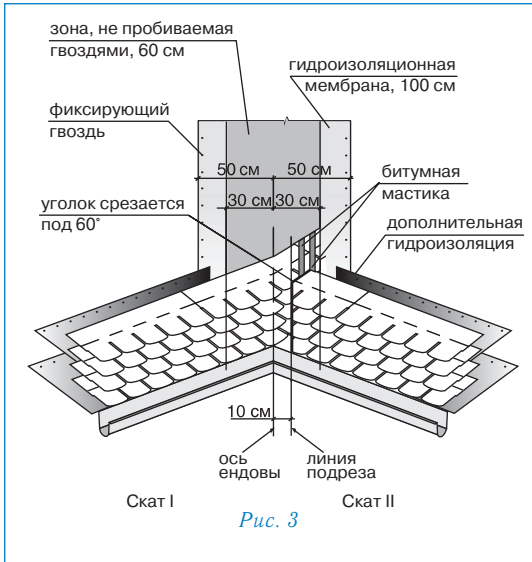

Рис. 3
### Ендова (рис. 3)
- лист, подходящий к ендове со ската II, должен доходить до линии подрезки и обрезаться по ней. Верхний уголок обрезанного края листа подрезается под углом 60° (5×3 см – рис. 3);